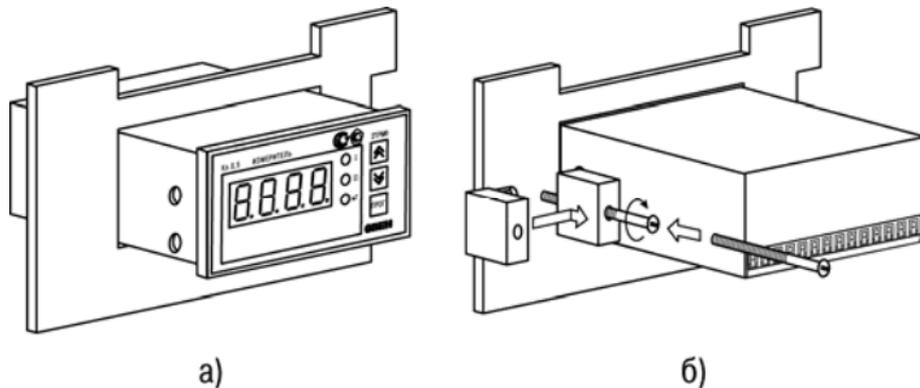

Рисунок 5.2
- 1) Вставить прибор в специально подготовленное отверстие на лицевой панели щита (см приложение Д и рисунок 5.2, а).
- 2) Вставить фиксаторы (из комплекта поставки) в отверстия на боковых стенках прибора (рисунок 5.2, б).